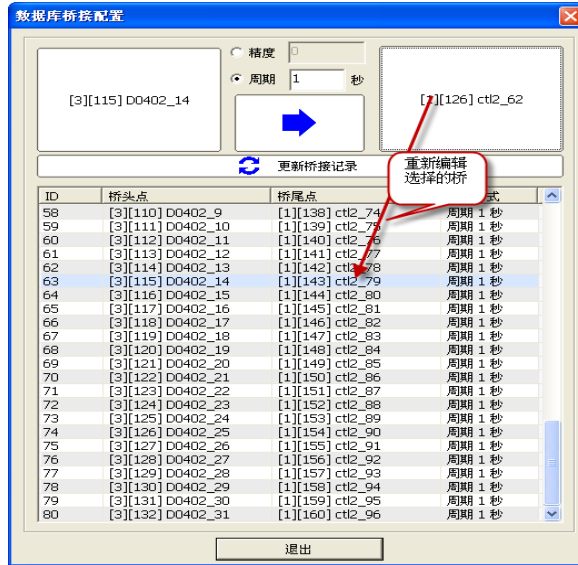

图 5-62 桥接记录编辑
(3) 点击上图“新增桥接记录”即可桥接成功。
(4) 在观察窗口选中某条桥接记录，在桥头点和桥尾点即可显示出来，可以重新点击桥头点或桥尾点进行记录点选择。然后点击“更新桥接记录”，即可实现重新编辑。如图 5-62 所示。